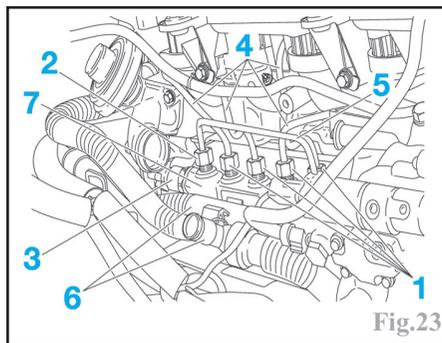

Fig.23
Desserrer les raccords haute pression (1) et (2) (Fig.23).